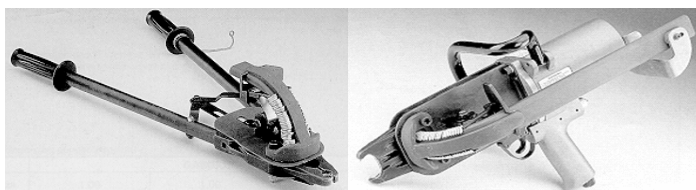

Рис. 7 Степлеры:
- Степлер ручной (рис. 7)
- Степлер пневматический (рис. 7).